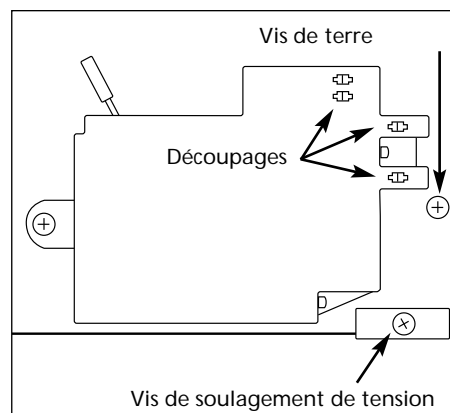

Figure 3
3. Situer les découpages au verso du manostat (Voir Fig. 3). Introduire le
4. Enlever la vis de terre (Fig. 3).
5. Enlever la vis de soulagement de tension (Fig. 3).